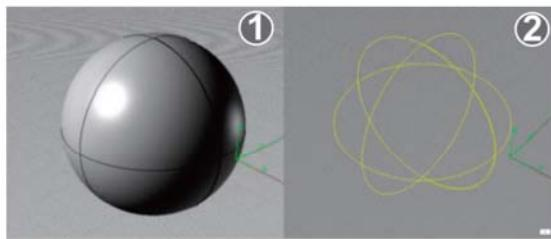

图 1.1.1 NURBS (曲面建模) 示例
NURBS 的造型特点总是由曲线和曲面来定义：图 1.1.1 中①所示是用某 NURBS 软件建立的球体，是一个光滑没有瑕疵的球体，若打开它的控制线，如图 1.1.1 中②所示，居然只有 3 个圆圈。所以，想要在 NURBS 表面生成一条有棱角的边是很困难的。可以用它做出各种复杂的曲面造型和表现特殊的效果，如人的皮肤、面貌或流线型跑车等。在高级 3D 软件中都支持这种建模方式。NURBS 能够比传统的网格建模方式更好地控制物体表面的曲线光滑程度，从而能够创建出更逼真、生动的模型。